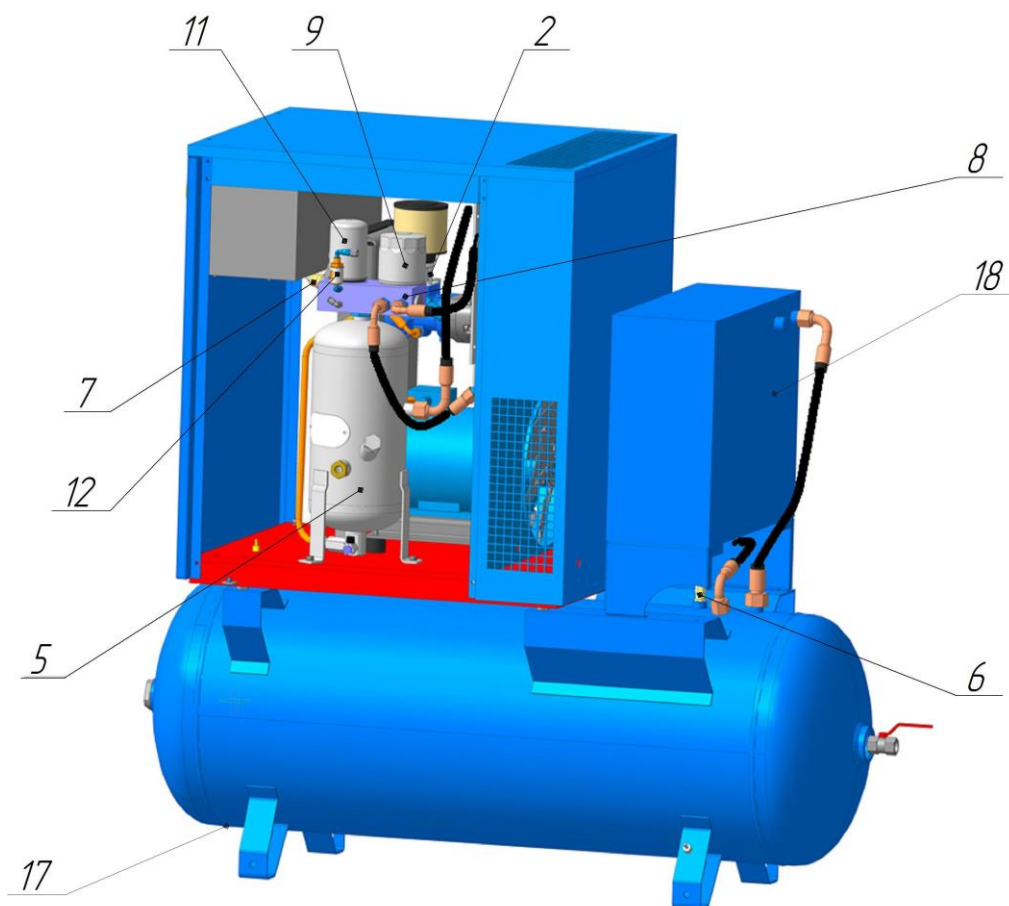

Рисунок 3 – Общий вид компрессорной установки ВК5Т-...-270Д, ВК7Т-...-270Д, ВК10Т-...-270Д
**6 – Клапан предохранительный** (см. рисунок 3) пневматический осуществляет защиту корпуса ресивера воздушного от превышения давления, по причине: "засорения" фильтра-маслоотделителя; неисправности клапана всасывающего или минимального давления; неисправности датчика давления и др.
**17 – Конденсатоотводчик** (см. рисунок 3) предназначен для удаления скопившихся в ресивере конденсата и масла.
**18 – Осушитель** (см. рисунок 3) предназначен для отделения влаги, содержащейся в сжатом воздухе.